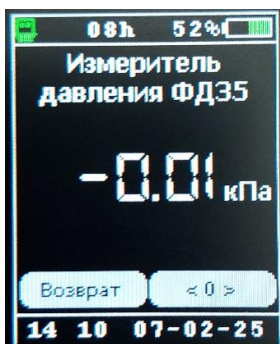

Рисунок 9.11.
9.10.2 При успешном подключении на дисплее отобразится сообщение об успешном подключении и затем газоанализатор перейдет в режим измерения давления. При этом на дисплее отобразится цифровое значение величины давления, выраженное в кПа (рисунок 9.11).